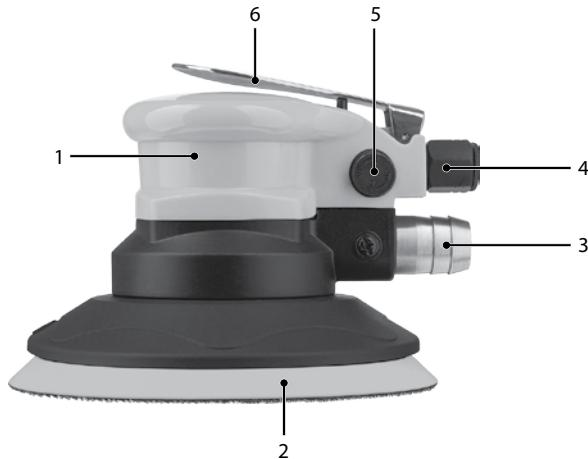
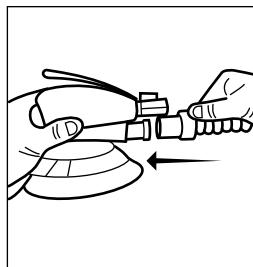
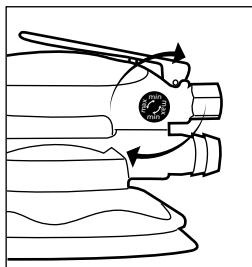

Рис. 1
Рис. 3
Рис. 8
3. Подсоедините шланг пылеуловителя к выходному патрубку 3 (рис. 1), как показано на рис. 3.
Для регулировки скорости вращения диска используйте регулятор подачи воздуха 5 (рис. 1). Поверните регулятор по или против часовой стрелки и установите «MAX» в направлении штуцера для получения максимальной скорости вращения и «MIN» для минимальной скорости (рис. 8).
Для включения инструмента нажмите на педаль 6 (рис. 1) и удерживайте ее до окончания операции. Для остановки инструмента отпустите педаль.